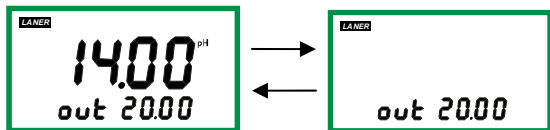

图 7-21
2、电流输出范围启始点数值调好后,可继续进行结束点的设置,正常测量状态下按 SET 键,进入 4~20mA 输出范围结束点设置状态,其显示状态如图 7-21 所示: